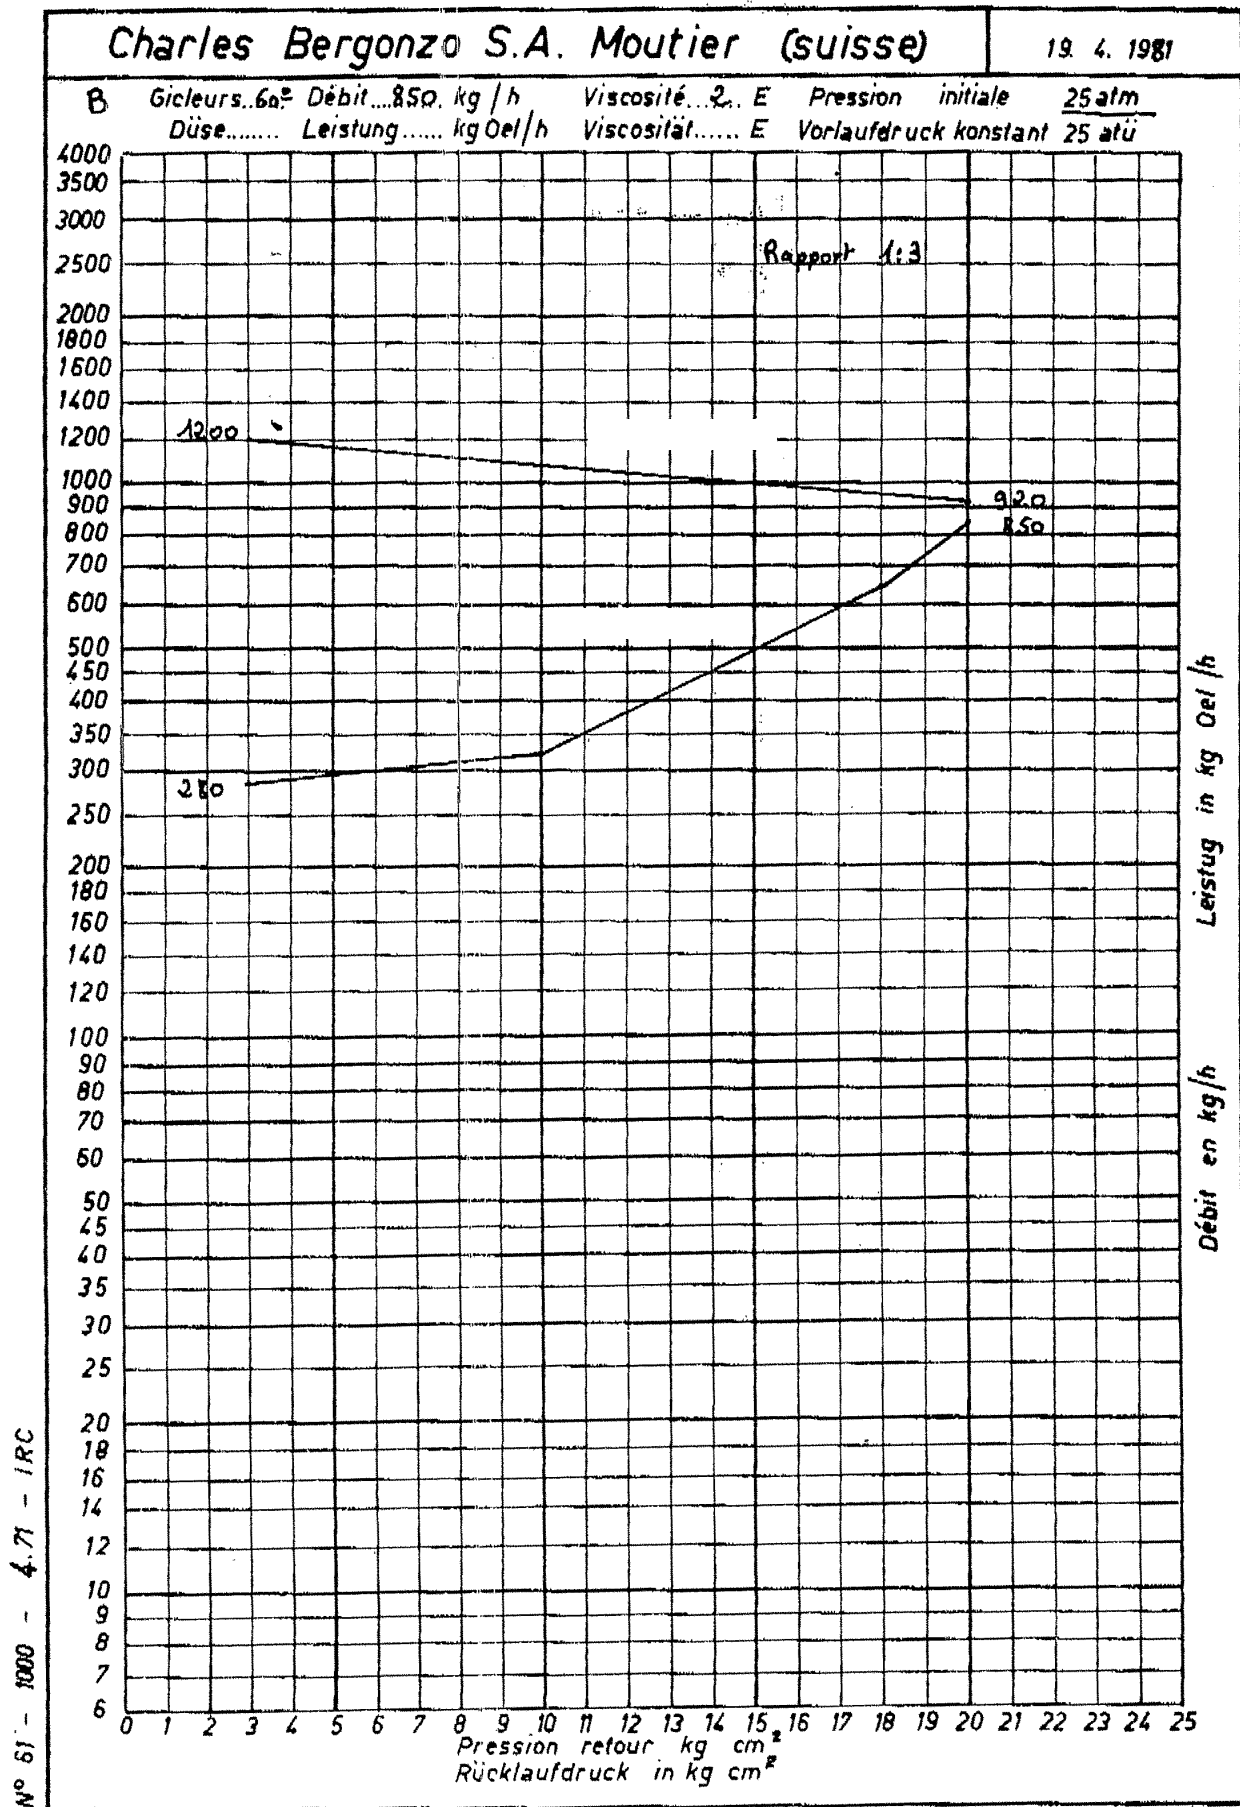
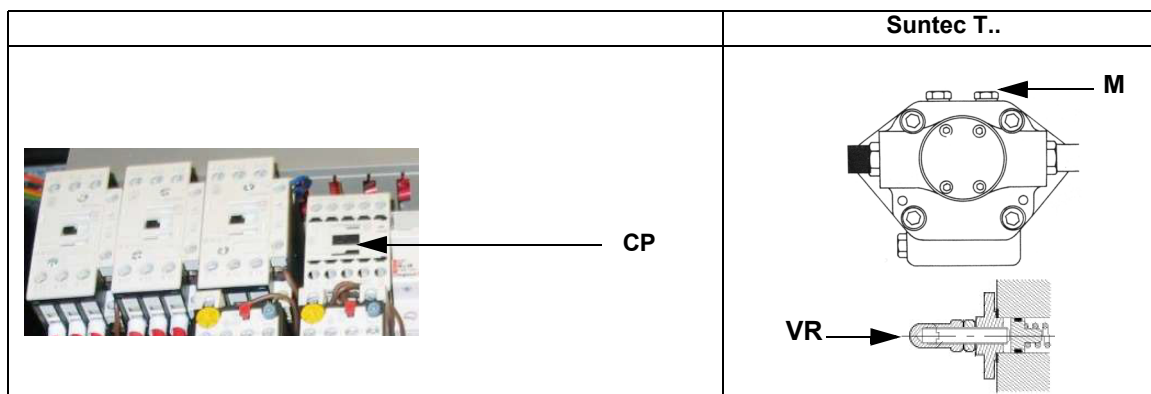

Рис. 14 - ФОРСУНКА BERGONZO - Пример с форсункой с расходом 850 кг/час
Рис. 15
- 3 выпустить воздух со штуцера (**M**) манометра насоса (Рис. 15), расслабив слегка заглушку, но не снимая ее; затем отпустить контактор;
Давление питания форсунки уже отрегулировано заранее на заводе-изготовителе и не должно изменяться. Только в случае необходимости, отрегулировать давление питания (см. соответствующий параграф) следующим образом: установить манометр в положение, указанное на Рис. 22, воздействовать на регулировочный винт **VR** насоса (см. Рис. 15) до получения на форсунке давления в 25 бар (форсунки Fluidics или форсунки Vergonzo- см. графики на Рис. 20 -Рис. 14);